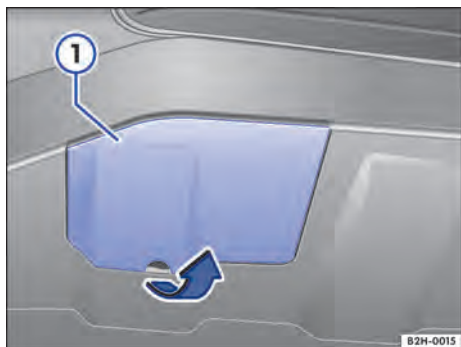

Fig. 183 No para-choque dianteiro à direita: cobertura.
O alojamento da argola de reboque rosqueável se encontra na parte dianteira direita do para-choque sob uma cobertura ⇒ **Fig. 183 ①**.
- Introduzir o lado plano da chave de fenda no rebaixo da cobertura e alavancar a cobertura para fora na direção da seta ⇒ **Fig. 183**.